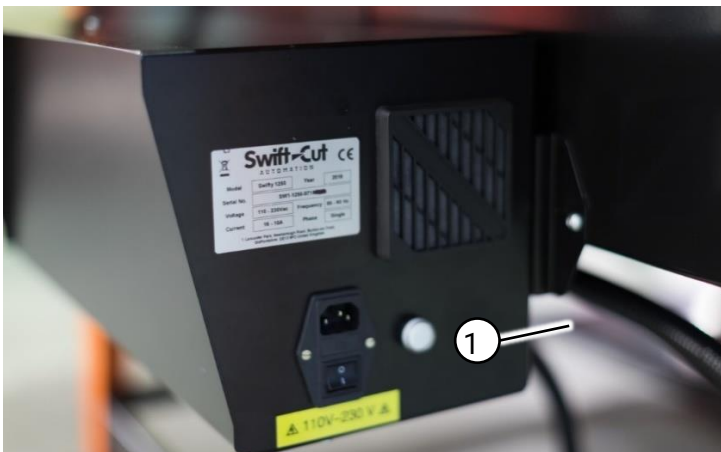

Fig. 26 Elektrische aansluiting van de besturingskast
1. Sluit de meegeleverde IEC-kabel aan op de aansluiting (Fig. 26 (1)) aan de zijkant van de besturingskast.